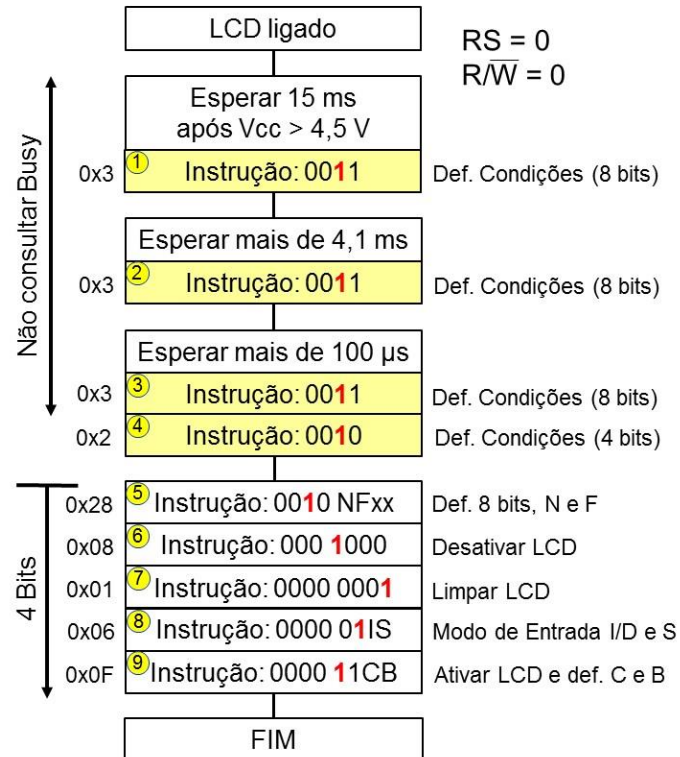

Figura 12. Inicialização do LCD via software para barramento de 4 bits.
- Escreva uma função específica para inicializar o LCD no modo de 4 bits (figura 12).